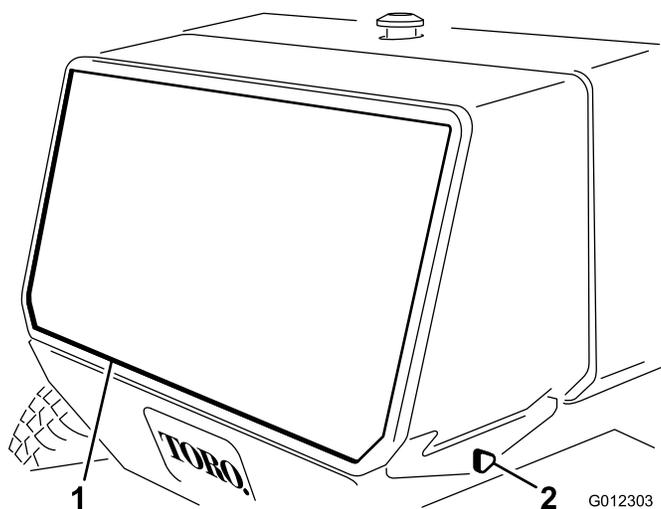

Figura 29
1. Retire os manípulos que fixam o painel traseiro à estrutura (Figura 29). Retire o painel.